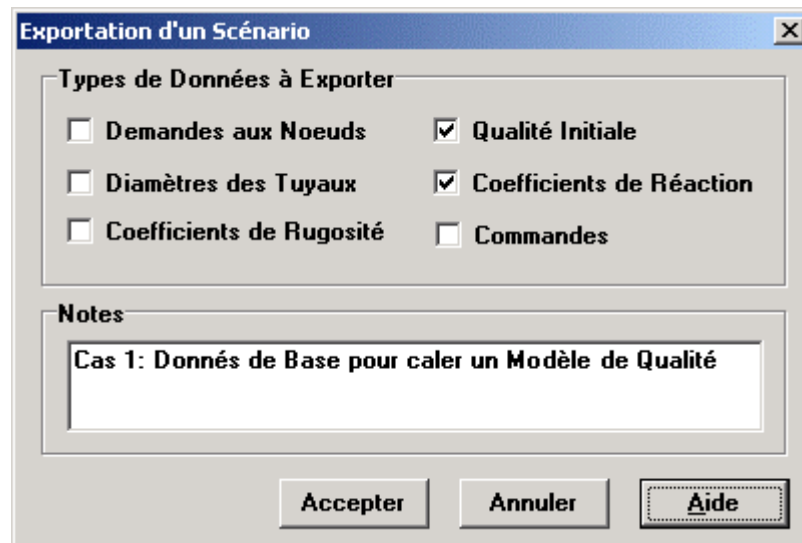

Figure 11.1 Boîte de Dialogue d'Exportation de Scénario
2. *Dans la boîte de dialogue Exportation d'un Scénario (voir la Figure 11.1) sélectionnez les catégories de données que vous voulez exporter.*